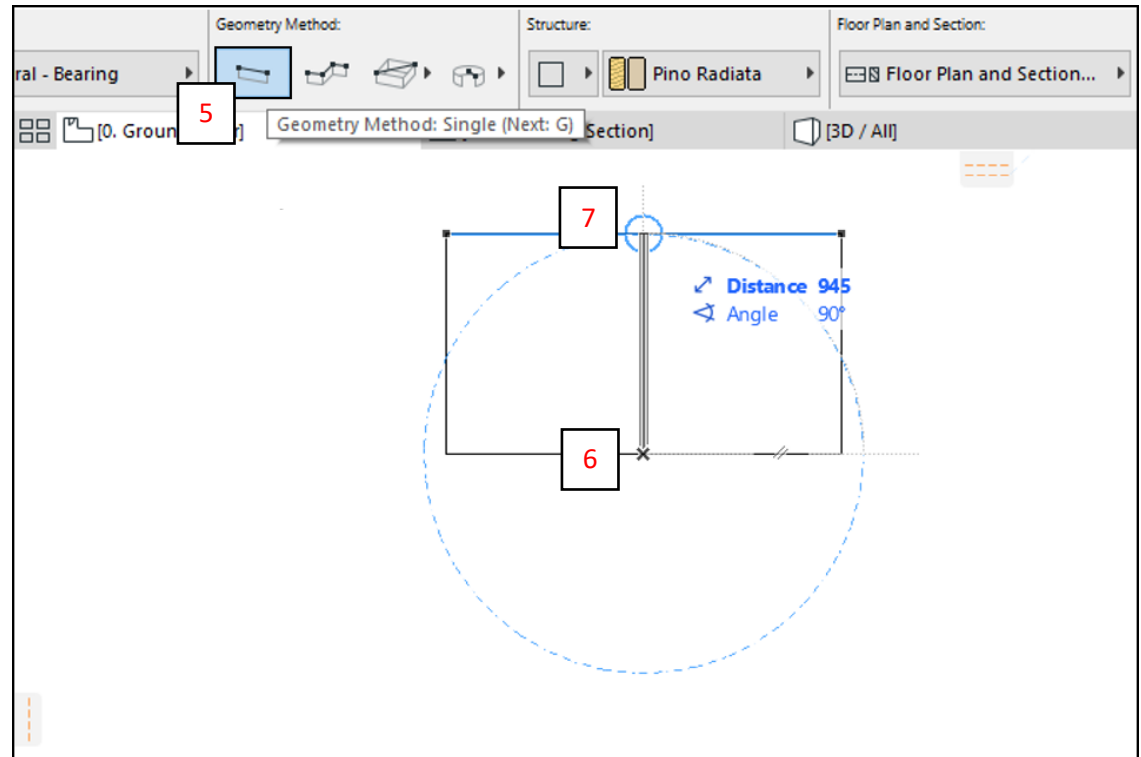

Fig. 20
- D. En el *Cuadro de Información*, ir a **Geometry Method** y seleccionar **Single** (5). (Fig. 20)
- E. En la *Pantalla Gráfica* realizar un clic en un extremo de la losa en el sentido transversal (6), y luego para finalizar la viga hacer clic en el otro extremo de la losa (7). (Fig. 20)